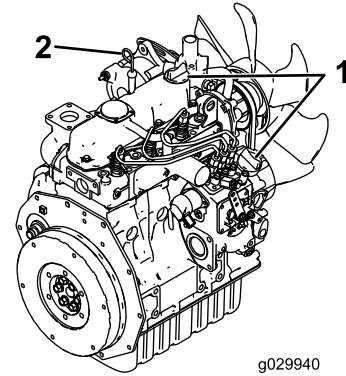

Bild 43
4. Reinigen Sie den Bereich um den Ölpeilstab und den Ölfülldeckel (Bild 43).